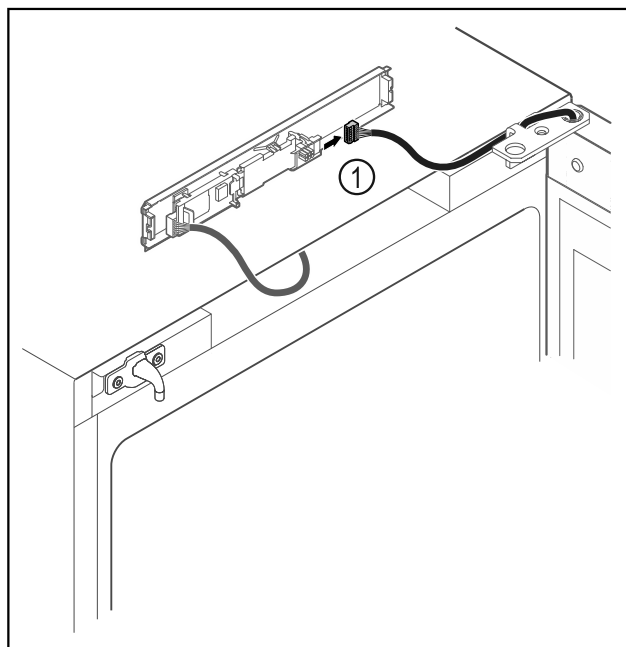

Fig. 18
- Vtič Fig. 18 (1) odstranite s tiskanega vezja.